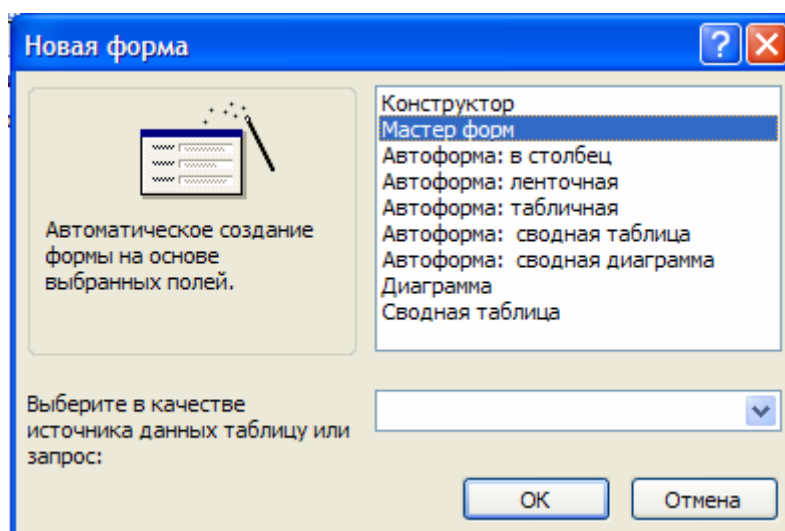

Рис. 6.1. Окно «Новая форма»
- в появившемся окне **Новая форма** выберите (подведите курсор мыши и щелкните левой кнопкой) пункт **Мастер форм** (см. рис. 6.1);